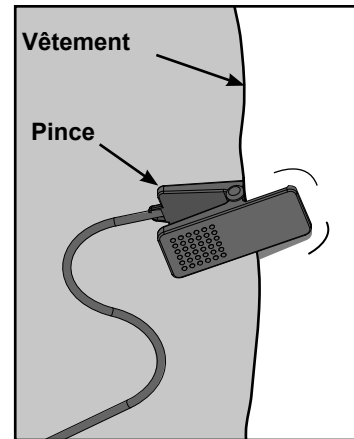

Figure 1
1. Comprimez le ressort et accrochez la pince de la clé e-stop à votre vêtement. Assurez-vous qu'elle prend assez de vêtement de sorte de sorte qu'elle ne tombe pas en cas d'urgence. Reportez-vous à la figure 1. **REMARQUE :** Assurez-vous que le cordon est exempt de nœud et a assez de mou pour vous permettre de faire aisément vos exercices tandis que la clé e-stop est en place.